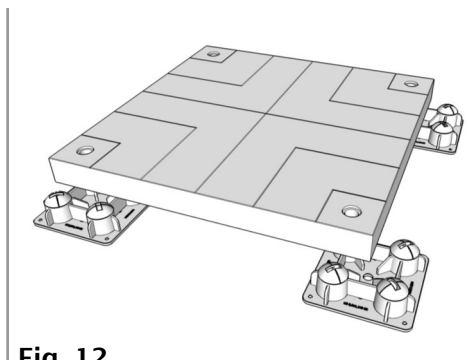
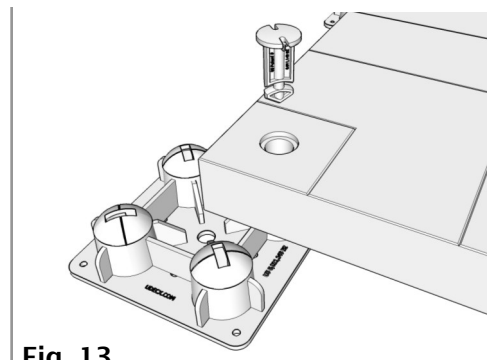

Fig. 12
Fig. 13
6. Coloque un Pad (B) encima de cada uno de los 4 Piers (A) instalados (Fig.12) e inserte 4 Cam Locks (C) dentro de cada uno de los camways en el Pad (B). Fig.13.